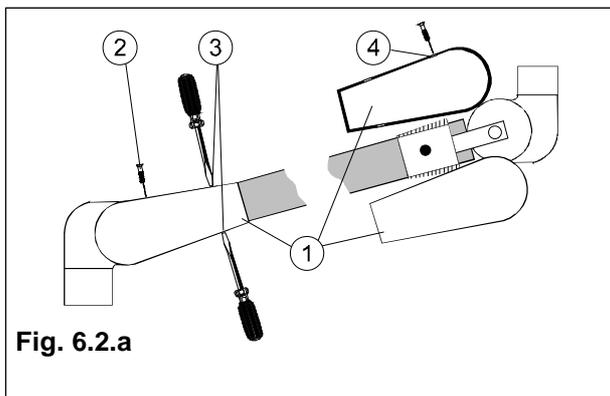

Fig. 6.2.a
3. Pousser le bras à ressort vers le haut, jusqu'à ce que l'écrou de réglage soit visible dans l'ouverture latérale (fig. 6.2.b).